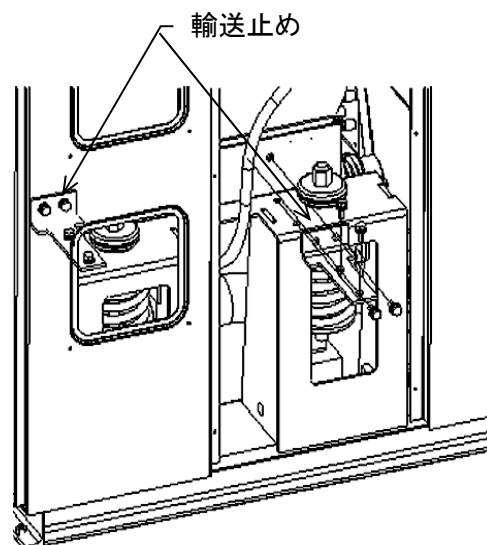

図 4-6
2) 左右計4ヶ所の輸送止め金具を全て外します。(図4-6)